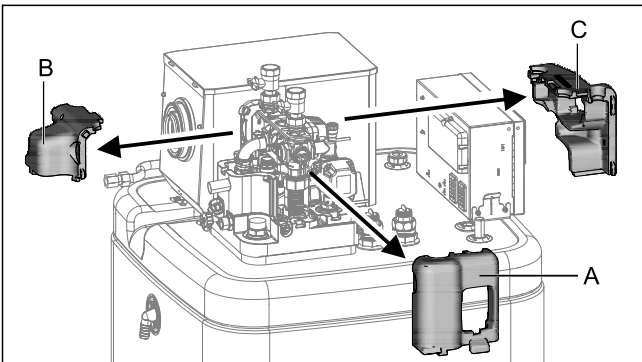

Bild 4-13 Obere Wärmedämmung abnehmen
- Seitendämmelement (Bild 4-13, Pos. A) waagrecht abziehen.
- Hinteres Dämmelement (Bild 4-13, Pos. B) waagrecht abziehen.
- Vorderes Dämmelement (Bild 4-13, Pos. C) waagrecht abziehen.